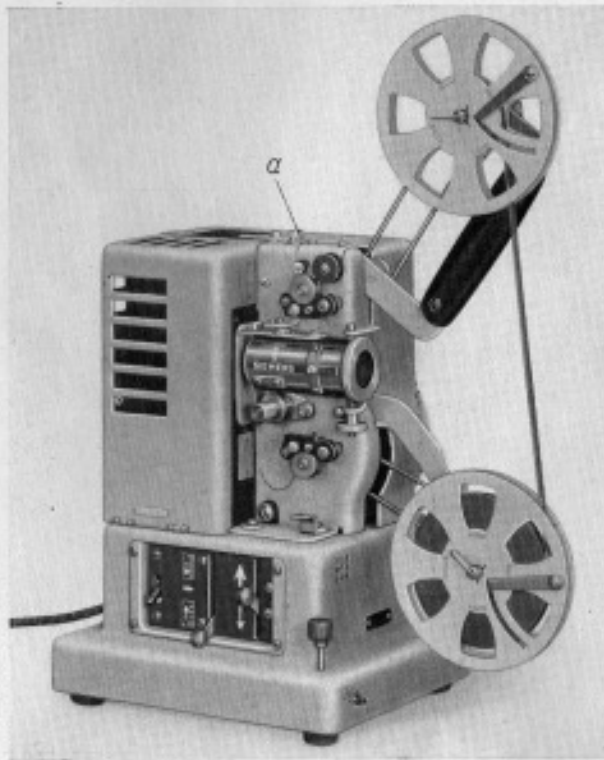

Bild 8
1. Filmende in obere leere Spule einfädeln (Bild 8).
2. Schaltknopf (a in Bild 8 und 9) in Richtung zu „3x“ drücken (Rücklauf mit dreifacher Geschwindigkeit).
4. Nach beendetem Rücklauf Projektor ausschalten, Schaltknopf (a in Bild 8 und 9) wieder entgegen der Richtung „3x“ drücken.